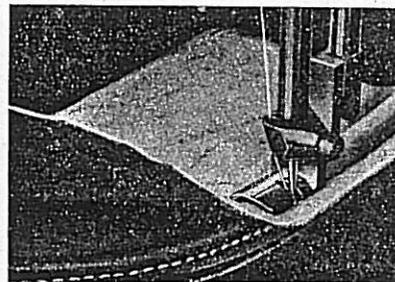

Abb. 18
**Nähfuß für Kedararbeiten II**, wird zum Einnähen des vorher aufgenähten Keders benutzt. Der Nähfuß (Abb. 18) läßt sich auch zur Anfertigung von runden Leitern, Wulsten usw. benutzen.